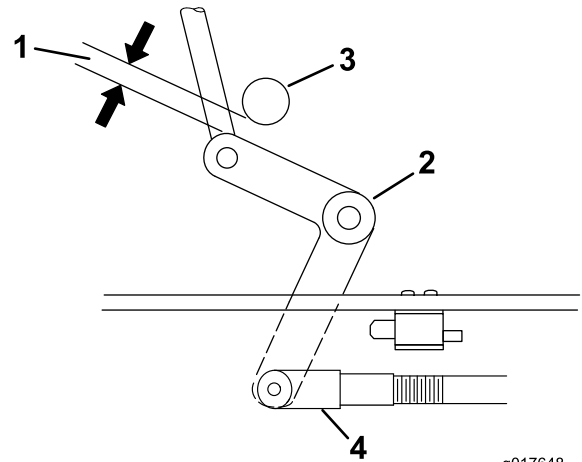

Figure 44
4. Ajustez la longueur de la timonerie de sorte que l'extrémité la plus basse du levier coudé passe juste le gousset de support de l'essieu (Figure 44).
9. Desserrez l'écrou contre la chape (Figure 44).